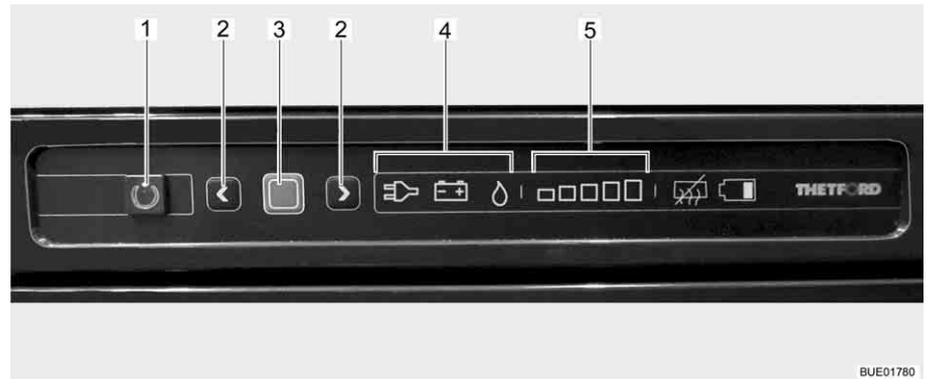

Fig. 167 Elementos de mando para el frigorífico
El modo de funcionamiento actual será visualizado por medio de un símbolo iluminado (Fig. 167,4) en la unidad de mando.
Una vez conectado, el frigorífico selecciona automáticamente el último ajuste seleccionado del termostato. Este reajuste puede modificarse manualmente con las teclas de flecha (Fig. 167,2). Las barras luminosas de la visualización de las etapas de refrigeración (Fig. 167,5) indican el ajuste seleccionado del termostato. Con las teclas de flecha se ajusta la temperatura de refrigeración para los tres tipos de energía. Pasan algunas horas hasta que el frigorífico alcanza la temperatura de servicio normal. Al conmutar el modo de funcionamiento se mantiene el ajuste del termostato. La temperatura de refrigeración se mantiene independientemente del tipo de energía.
- Presionar la tecla On/Off (Fig. 167,1) por 1 segundo. La tecla (Fig. 167,1) se iluminará de color verde. Después de aprox. 10 segundos, la visualización se atenuará automáticamente por razones de ahorro de energía.
- Pulsar la tecla de confirmación (Fig. 167,3). Se visualizará el ajuste actual del modo de funcionamiento.
- Si no está ajustado el modo de funcionamiento Gas: Para cambiar el ajuste, pulsar la tecla de confirmación (Fig. 167,3) por aprox. 2 segundos.
- Seleccionar el modo de funcionamiento Gas con las teclas de flecha (Fig. 167,2). El suministro de gas está abierto. El encendido se realiza automáticamente. Se oye un sonido de tic-tac hasta que el proceso de encendido se haya llevado a cabo con éxito.
- Pulsar la tecla de confirmación (Fig. 167,3) por aprox. 2 segundos.
- Pulsar de nuevo la tecla de confirmación (Fig. 167,3). La etapa de refrigeración actual será visualizada por medio de las barras luminosas (Fig. 167,5).
- Para cambiar el ajuste, pulsar las teclas de flecha (Fig. 167,2) hasta que se visualice el ajuste deseado.
- Pulsar la tecla On/Off (Fig. 167,1) por aprox. 2 segundos. Se apagarán todos las lámparas. El frigorífico está desconectado.
- Si no está ajustado el modo de funcionamiento con 230 V: Para cambiar el ajuste, pulsar la tecla de confirmación (Fig. 167,3) por aprox. 2 segundos.
- Seleccionar el modo de funcionamiento con 230 V a través de las teclas de flecha (Fig. 167,2).
- Si no está ajustado el modo de funcionamiento con 12 V: Para cambiar el ajuste, pulsar la tecla de confirmación (Fig. 167,3) por aprox. 2 segundos.
- Seleccionar el modo de funcionamiento con 12 V a través de las teclas de flecha (Fig. 167,2).